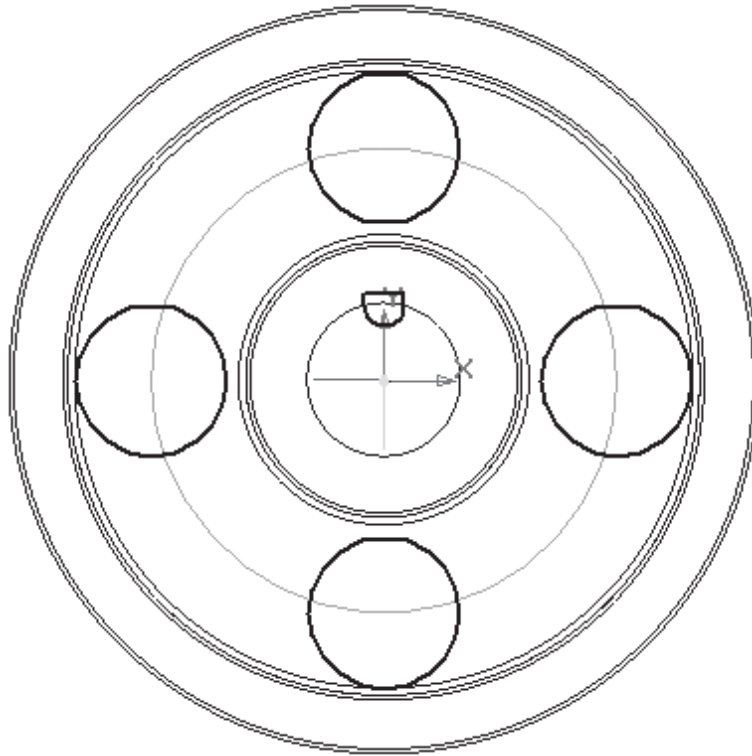

Рисунок 1.3 – Ескіз для вирізу отворів в дискові і шпонкового паза
4. Приступимо до створення отворів в диску колеса і паза шпони у маточині. Виділіть в дереві побудови площину *ZU* і почніть побудову ескіза. У цьому ескізі розмістіть чотири отвори діаметром 83,7 мм. Центри отворів повинні лежати на колі діаметром 258 мм. Профіль вирізу паза шпони можна накреслити умовно (рис. 1.3).